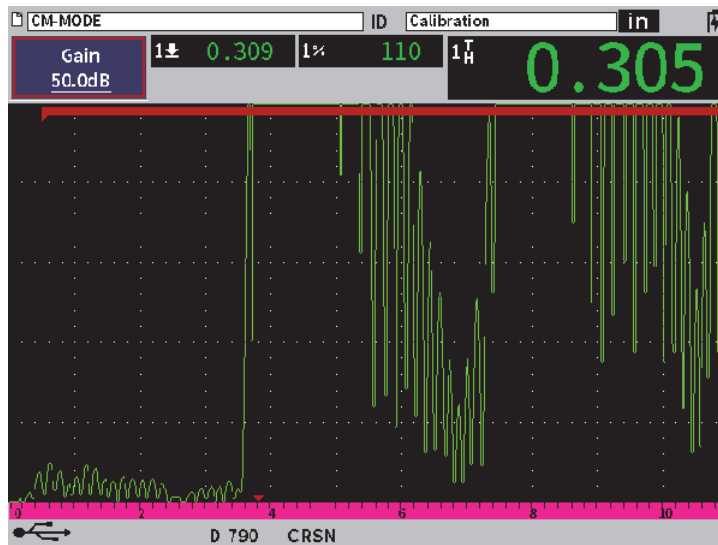

Figura 11-39 Ajuste del valor de ganancia en el modo de precisión
3. Seleccione el parámetro **Gain** (Ganancia) y gire la rueda de ajuste para determinar el valor de ganancia (vea la Figura 11-39 en la página 230).